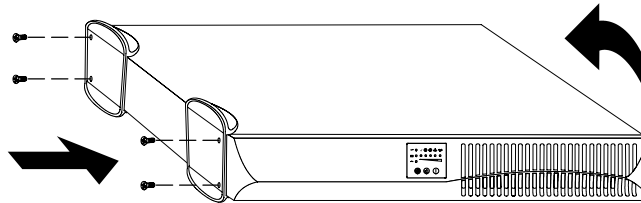

Abbildung 6. Einbauen der USV-Ständer
2. Die USV horizontal platzieren, so dass das linke Ende des Gehäuses zugänglich ist (siehe Abbildung 6).